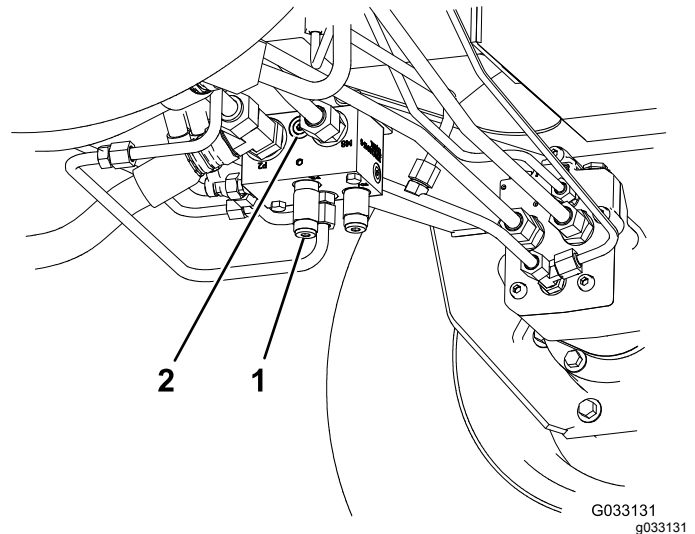

Bild 61
- Toro Bestellnummer 340-77, Hydraulikanschlussstück (2)
1. Installieren Sie das Diagnose-Anschlussstück in dem unmarkierten Anschluss zwischen den Anschlüssen M8 und P2 am Heckantriebsverteiler (Bild 61).